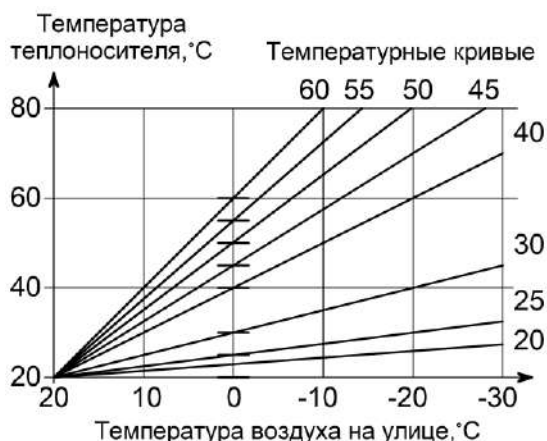
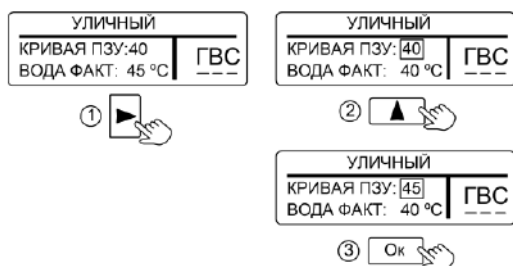

Рисунок 9. Зависимость температуры теплоносителя от температуры воздуха на улице
Рисунок 10. Настройка кривой ПЗУ
**10.4 «УЛИЧНЫЙ»** – режим поддержания температуры теплоносителя в зависимости от температуры воздуха на улице по одной из погодозависимых кривых (см. рис. 9). Датчик температуры воздуха (проводной или радиодатчик) устанавливается на улице. При отсутствии датчика температуры, возможно работа от данных получаемых с метеосервера (см. п. 11.1.9).
Для изменения заводской настройки нужно в соответствии с рис. 9 выбрать ту кривую, при которой в помещении станет комфортно. Если в помещении холодно - следует выбрать кривую с большим номиналом, если жарко - с меньшим. Чем больше величина теплотеря здания, тем выше номер кривой. Изменение значения кривой ПЗУ показано на рис. 10.